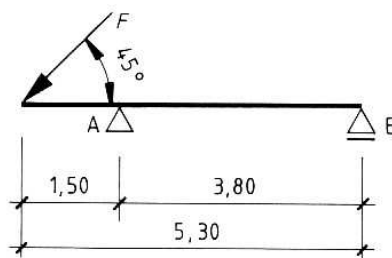

Bild 184/5: Kragträger mit schräg angreifender Einzellast
- 11 Die Einzellast  $F$  und die Streckenlast  $q$  belasten einen Träger (**Bild 184/1**). Welche Kräfte treten bei den Auflagern A und B auf?